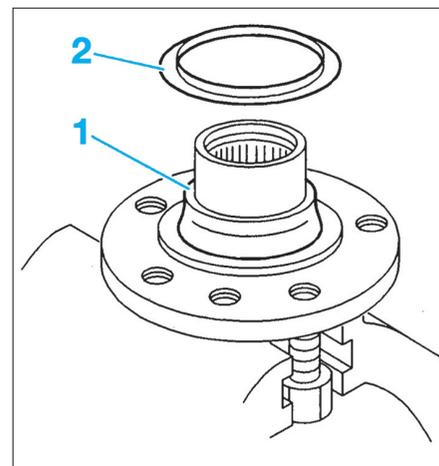

Fig. 9
- À l'aide d'un extracteur approprié, extraire la bague intérieure (1) du roulement restée sur le moyeu (Fig.9).
- Déposer la coupelle (2).